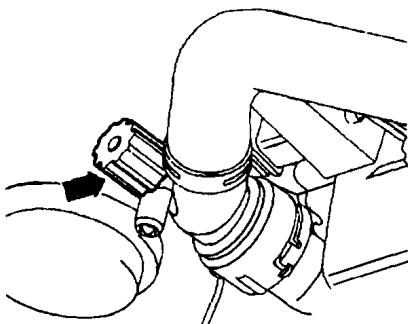

图 0-3 排放螺塞位置
4) 拧下图 0-3 箭头所指的螺栓,排放散热器中的冷却液。